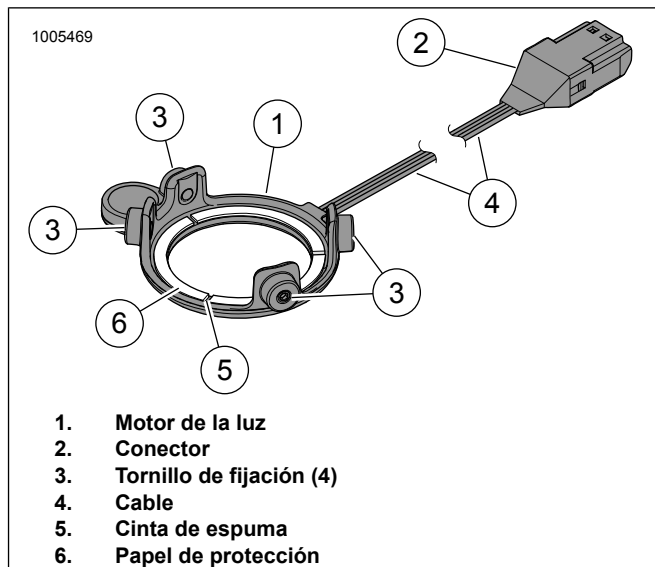

Figura 5. Luz LED, Altavoz Stage I redondo
3. Consulte la Figura 5. Quite el papel de protección (6) de la cinta de espuma (5) en la parte posterior del motor de la luz (1).